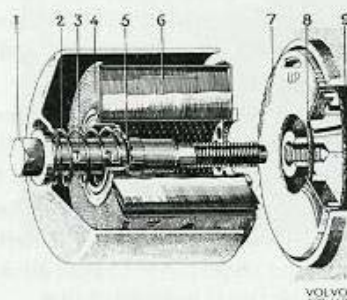

Bild 13. Smörjoljerenare (B 16)
3. Ta bort smörjoljerenaren. Demontera den gamla filterinsatsen (6, bild 13) och rengör huset i tvättnafta.
4. Montera ny packning (9) och se till att mellanplåten (7) är placerad så, att hålet märkt "UP" kommer högst upp. Kontrollera att tätningsdetaljerna är monterade på centrumskraven och montera filterinsatsen (6) och hus. Se till att huset kommer rätt i sin styrning i konsolen. Dra centrumskraven (1) med ett moment av 2 kpm (15 ftlb).